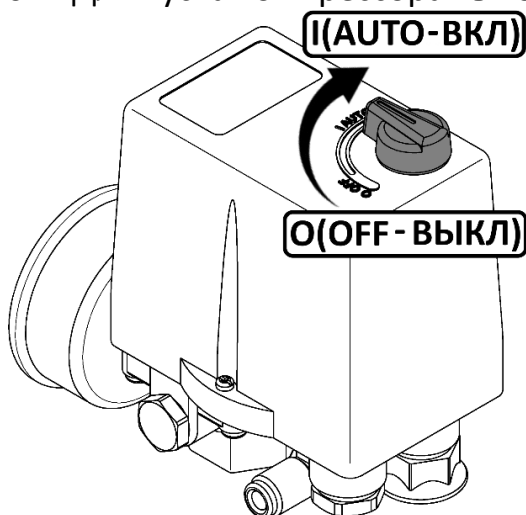
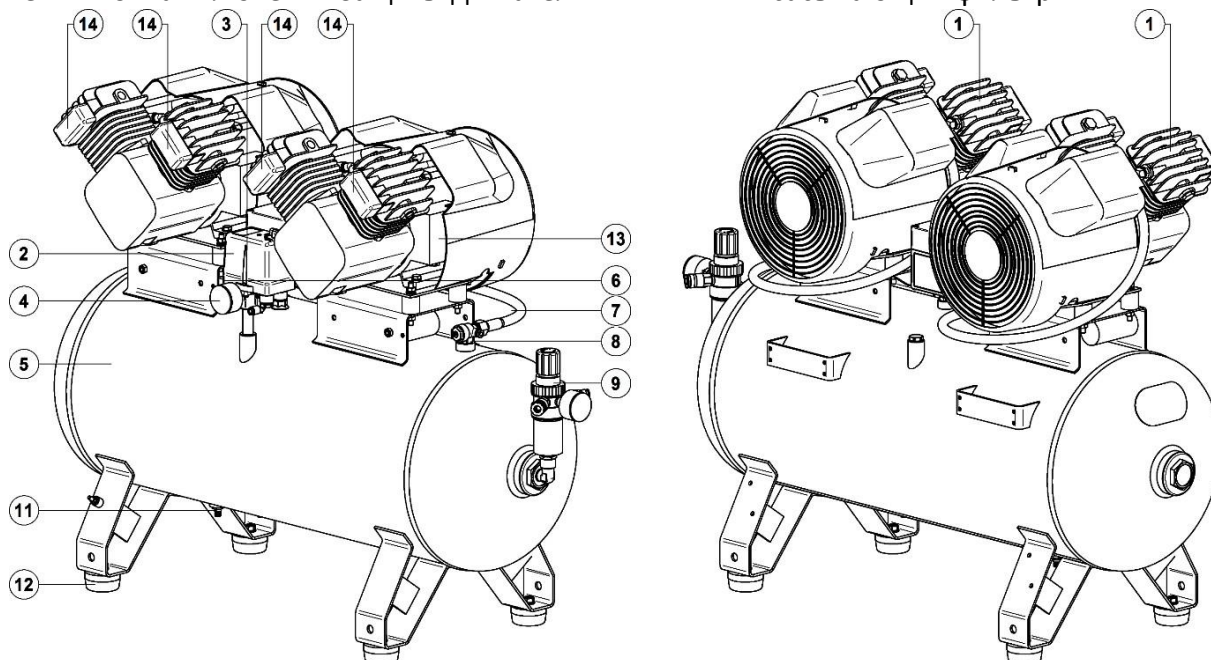

Рисунок 2
Рисунок 3 - Общий вид компрессора СБ4-100.VS204Т
- Проверьте, чтобы выключатель на реле давления находился в выключенном положении "O" (рисунок 2).
- Выключить компрессор выключателем **3** на реле давления (рис. 3, 4). Для этого необходимо переключить выключатель в положение "О" или "OFF", в зависимости от исполнения (рис. 2). После этого остановится электродвигатель и произойдет сброс давления из нагнетательного воздухопровода и поршневого блока.
- Переключите выключатель **3** на реле давления в положение "О" или "OFF", в зависимости от исполнения (рис. 2).
- Снимите крышку всасывающего фильтра **14**, вывернув винт (рис. 3, 4);